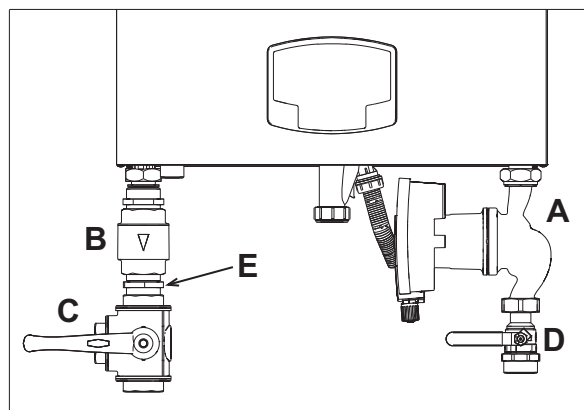

рис. 36- Котел с установленными комплектами
код 042070X0 - КОМПЛЕКТ ВЫСОКОПРОИЗВОДИТЕЛЬНОГО ЦИРКУЛЯЦИОННОГО НАСОСА - 7 м (А - рис. 36)
код 042071X0 - КОМПЛЕКТ ВЫСОКОПРОИЗВОДИТЕЛЬНОГО ЦИРКУЛЯЦИОННОГО НАСОСА - 10 м (А - рис. 36)
- 1 НЕВОЗВРАТНЫЙ КЛАПАН - Гнездовое 1"1/2 (В - рис. 36)
- 2 3-ХОДОВОЙ ВЕНТИЛЬ - Гнездовое 1"1/2 (С - рис. 36)
- 3 ВЕНТИЛЬ Штыревое/гнездовое 1"1/2 (D - рис. 36)
- 4 СОЕДИНИТЕЛЬНЫЙ ПАТРУБОК 1"1/2 (Е - рис. 36)